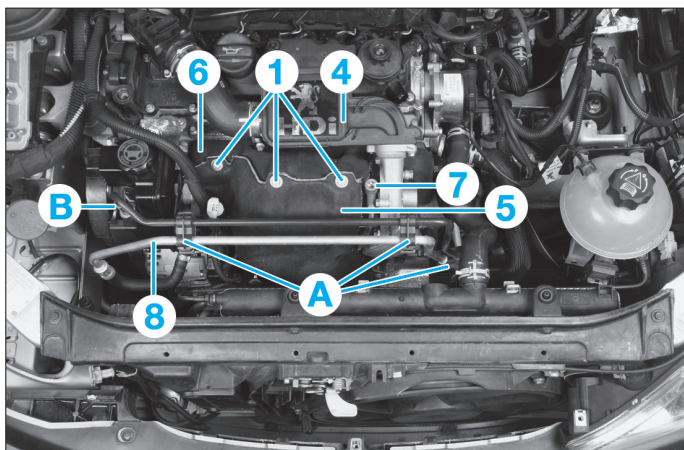
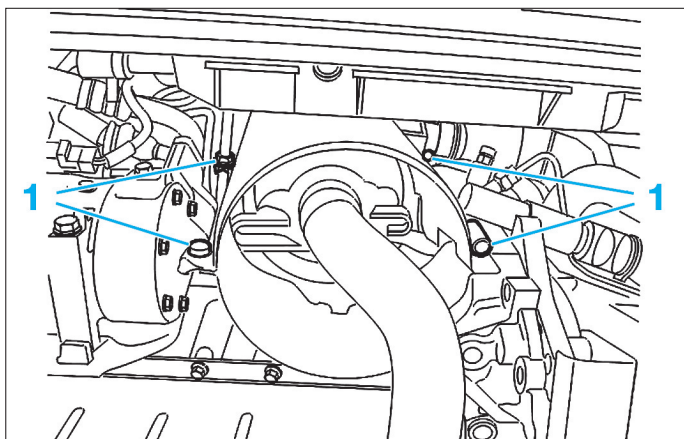
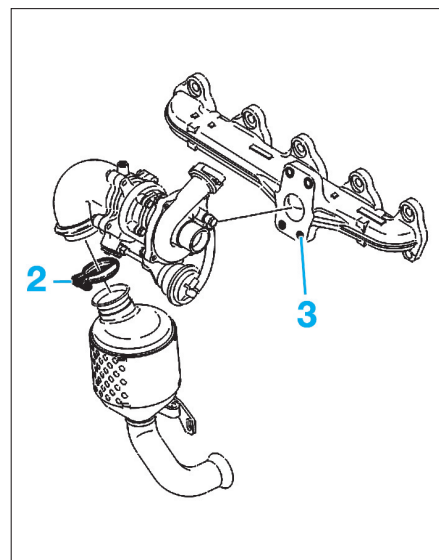

Fig. 38
Fig. 39
Fig. 40
- Débrider les tuyaux de direction assistée et réfrigération en (A) (Fig.38).
- Ouvrir le circuit de direction assistée en (B).
- les fixations (1) (Fig.38) et (Fig.39) de l'écran thermique,
- l'écran thermique (5) (Fig.38),
- l'atténuateur (4),
- l'écran thermique (6),
- le collier supérieur (2) du catalyseur (Fig.40),
- le raccord d'arrivée d'huile (7) (Fig.38),
- les 4 écrous (3) de fixation du turbocompresseur sur le collecteur,